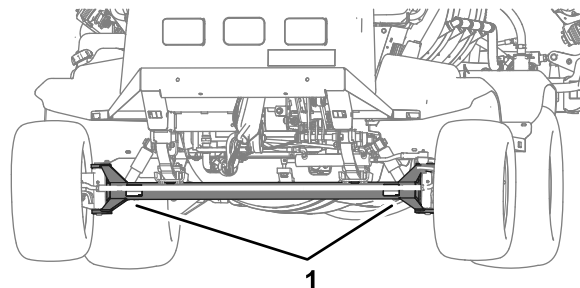
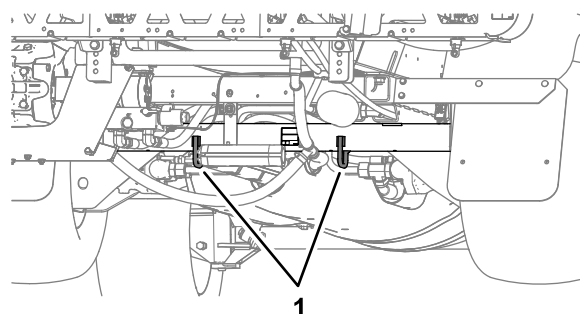

图 50
图 51
- 将机器牢固地栓系在运输车辆上; 图 50 和图 51 显示了机器的栓系点位置。